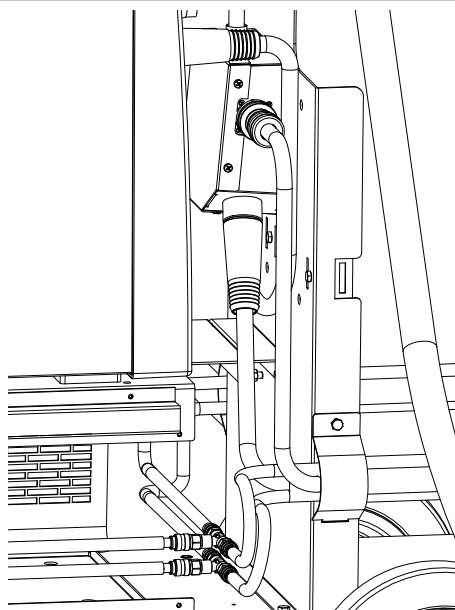

Fig. 31
Collegare il cavo segnale ed il cavo di potenza del carrello trainafilo **2** allo sdoppiatore (fig. 31).
*Connect the signal cable and the power cable of the wire feeder **2** to the splitter (fig. 31).*
Conecte el cable de señal y el cable de alimentación del carro arrastrahilo **2** al divisor (fig. 31).